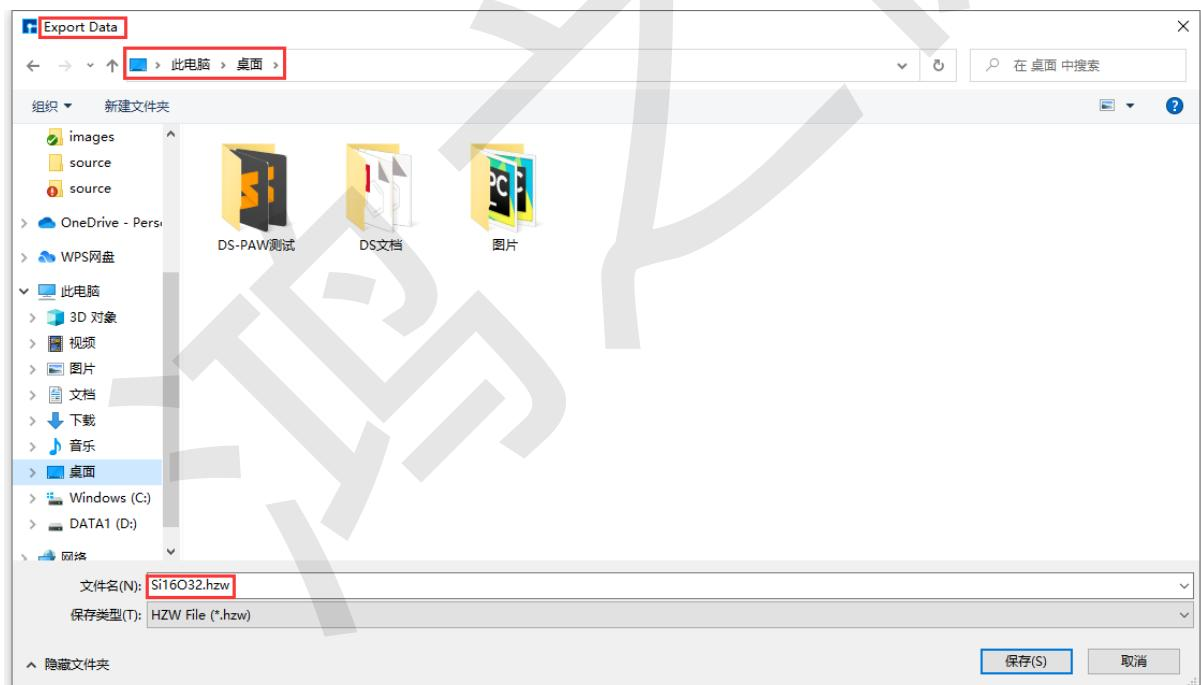

图 7.5: 导出结构文件 (.hzw、.xyz、.cif) 界面
- *Export Data*：点击后，弹出导出结构文件 (.hzw、.xyz、.cif) 界面，用户可选择导出文件的格式，可根据需要给结构文件命名，并选择存储位置，如 图 7.5 所示。